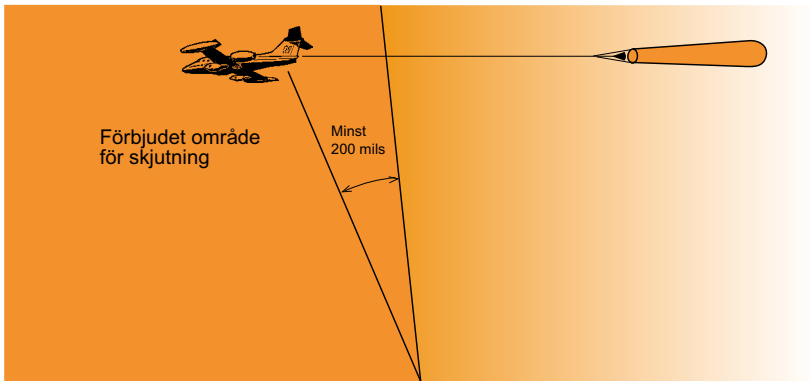

Bild 4.3. Begränsning av eldtillstånd mot förbiflygande mål
- Vapen får inte avfyras mot *förbiflygande mål* om eldröret pekar mot eller framför målflygplanet eller inom 200 mils efter flygplanet (det i observationsriktningen bakersta flygplanet inom ett målflygförband), Bild 4.3.